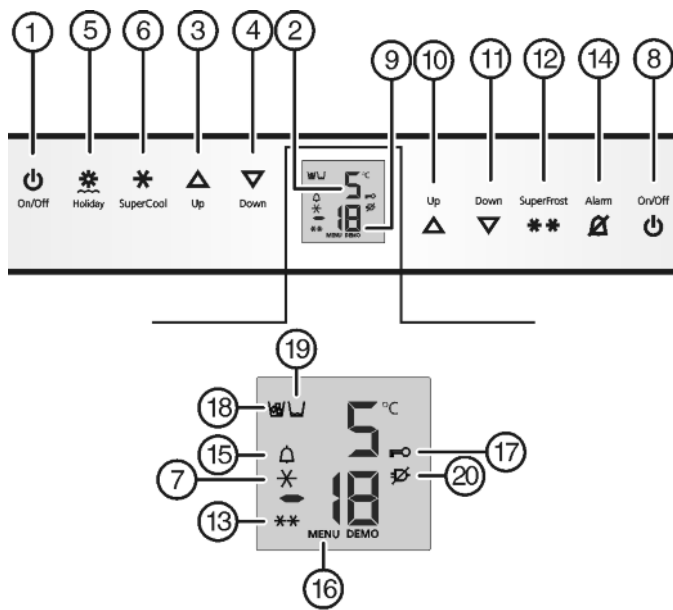

Fig. 2
- Pritisnite tipko On/Off na zamrzovalniku Fig. 2 (8).
- Pritisnite tipko On/Off na hladilniku Fig. 2 (1).
- ▷ Hladilnik in del BioFresh sta vklopljena: Prikaz temperature v hladilniku Fig. 2 (2) sveti. Pri odpiranju vrat hladilnika se prižge notranja osvetlitev.
- Aktiviranje nastavitvenega načina: Pribl. 5 sekund pritiskajte tipko SuperFrost Fig. 2 (12).
- ▷ Simbol Meni Fig. 2 (16) sveti.
- Za potrditev kratko pritisnite tipko SuperFrost Fig. 2 (12).
- Za vklop otroškega varovala kratko pritisnite tipko SuperFrost Fig. 2 (12).
▷ Simbol Otroško varovalo Fig. 2 (17) sveti. Na indikaciji utripa c.
- Za izklop otroškega varovala kratko pritisnite tipko SuperFrost Fig. 2 (12).
- ▷ Simbol Otroško varovalo Fig. 2 (17) ugasne. Na indikaciji utripa c.
- Deaktiviranje nastavitvenega načina: Pritisnite tipko On/Off na zamrzovalniku Fig. 2 (8).
► Pritisnite tipko Alarm *Fig. 2 (14)*.
Istočasno utripata prikazovalnik temperature in simbol Alarm *Fig. 2 (15)*.
Opozorilni signal avtomatsko ugasne, simbol Alarm *Fig. 2 (15)* se ugasne in prikazovalnik temperature preneha utripati, ko je temperatura spet dovolj nizka.